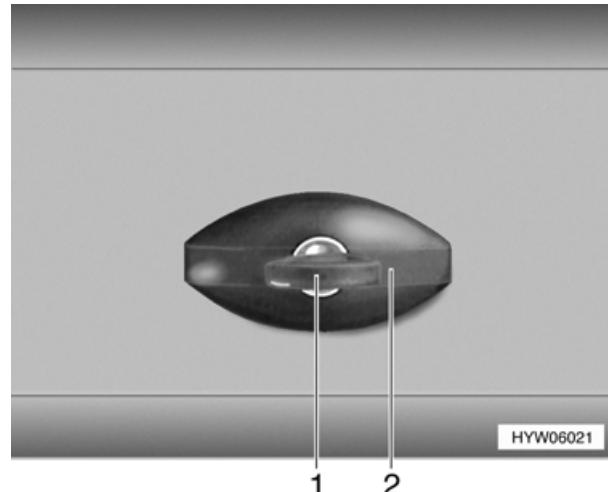

Bild 20 Klappenschloss (Variante 1)
- ▷ Bei Regen kann Wasser in das geöffnete Klappenschloss eindringen. Deshalb den Schlossgriff (Bild 20,2) wie auf Bild 20 abgebildet schließen.
- Schlüssel in Schließzylinder (Bild 20,1) stecken und eine viertel Umdrehung entgegen dem Uhrzeigersinn drehen. Schlossgriff (Bild 20,2) schnappt heraus.
- Schlossgriff (Bild 20,2) im Uhrzeigersinn drehen, bis er waagrecht steht. Das Klappenschloss ist jetzt verriegelt, jedoch nicht verschlossen.
- Schlüssel in Schließzylinder (Bild 20,1) stecken.